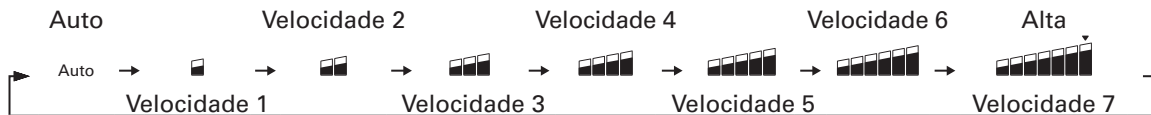

Figura 14
1. Sete velocidades do ventilador: O padrão no controlador remoto é o modo com 7 velocidades do ventilador, em que a velocidade do ventilador será ajustada sucessivamente conforme apresentado na Figura 14;